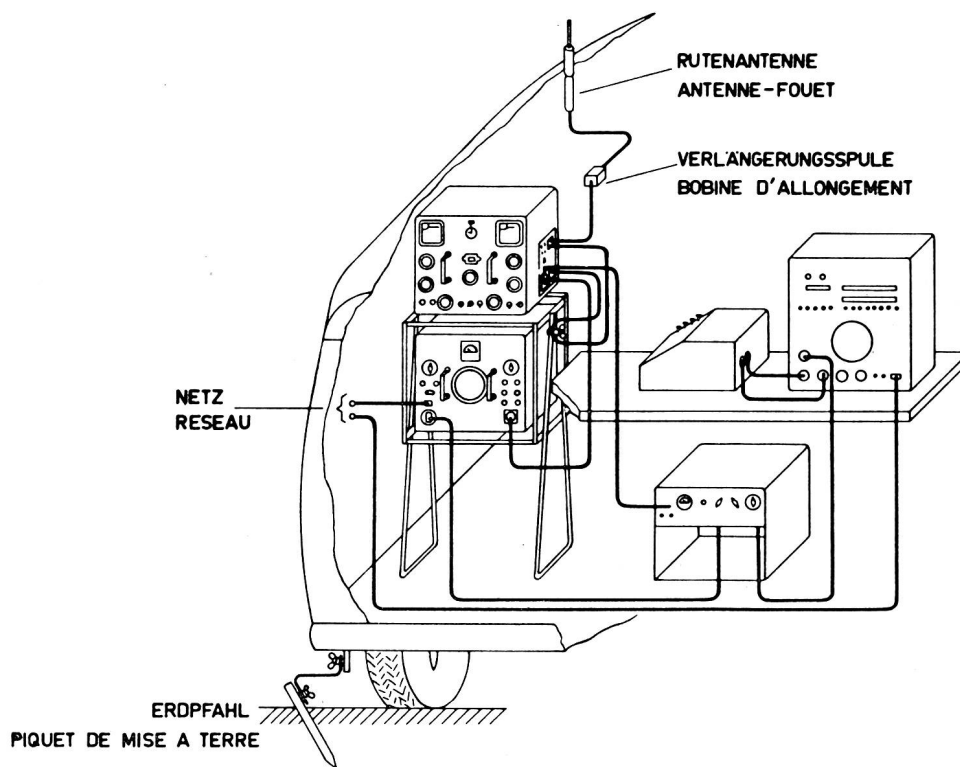

Fig. 31
- La station montée dans la voiture en commande local avec ETK voir fig. 31